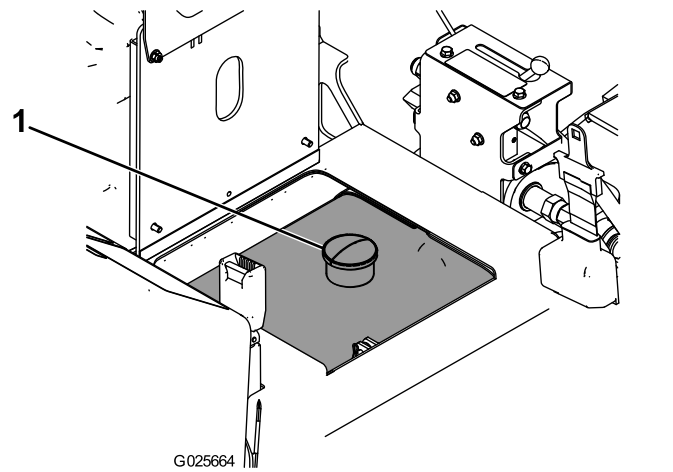

Рисунок 15
3. Снимите крышку топливного бака (Рисунок 15).